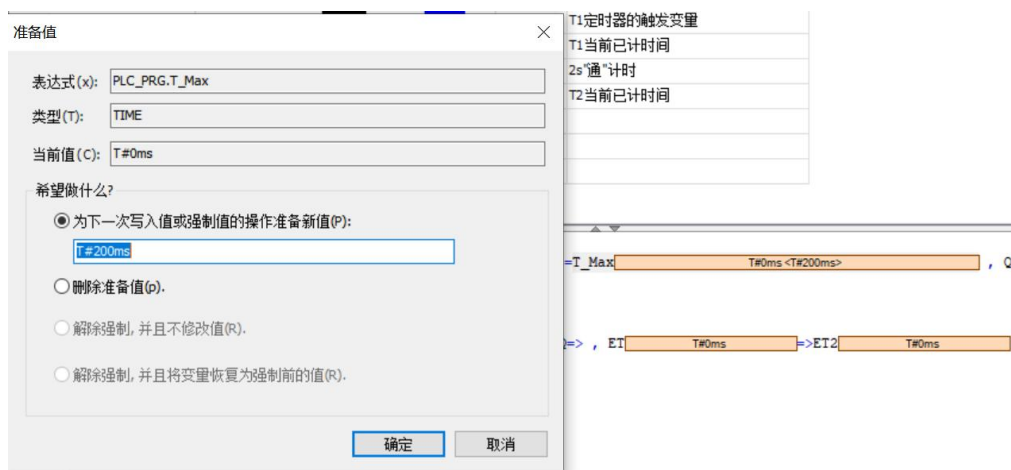

图8.4-6: 通过双击变量名称旁的当前值框修改新值
2. 直接在程序区域双击变量名称旁的当前值框以打开新值修改弹窗。如下图8.4-6所示：